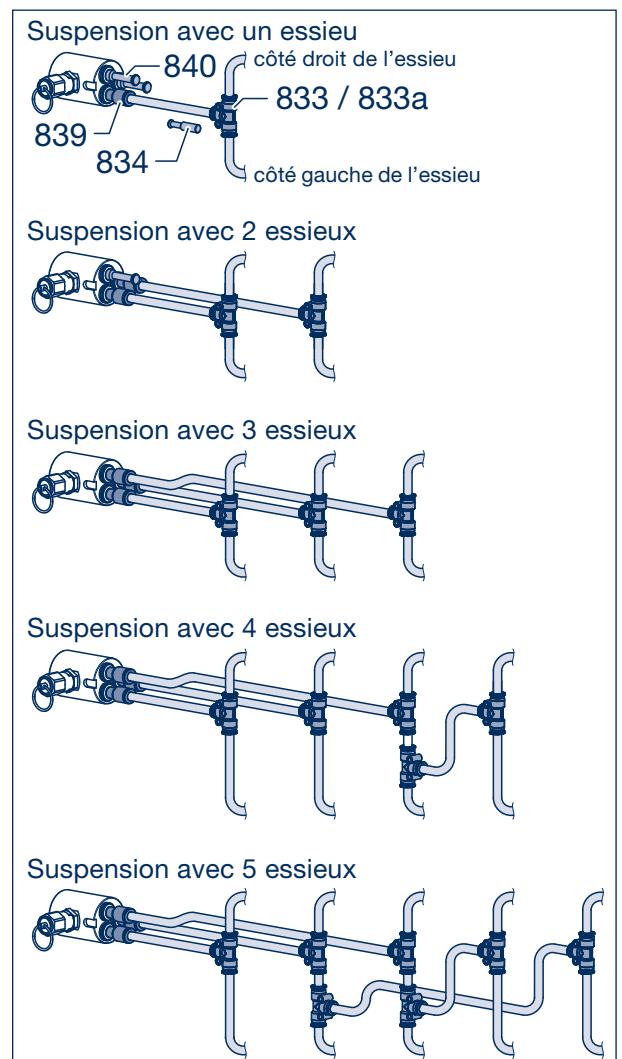

Figure 32
- [5] Brancher les conduites d'air comprimé (Ø 8 x 1 mm) dans le raccord du boîtier de commande et les connecter à la pièce en T AirSave sur l'essieu. (Pour les versions jusqu'au 09/10/2020, les conduites d'air comprimé (Ø 6 x 1 mm) et les réducteurs (839) doivent être utilisés sur le raccord du boîtier de commande. Si le véhicule comporte d'autres essieux, une pièce en T supplémentaire doit être intégrée dans le circuit pneumatique, voir figure 32. Il ne peut y avoir plus de 5 essieux par boîtier de commande. À partir de 6 essieux, il convient d'installer un deuxième boîtier de commande.